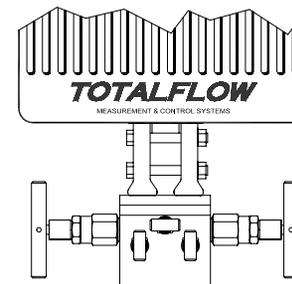

Рис. 3 (Типовая установка коллектора)
5. Прикрепите коллектор с нижней стороны устройства  $\mu$ FLO. Поскольку можно заказать устройство  $\mu$ FLO, поток газа в котором будет протекать слева направо или справа налево, сверьте направление потока, указанное на бирке датчика, где направление обозначено знаками (+) и (-). Знак (+) обозначает сторону высокого давления (сторона всасывания), т.е. поток направлен от (+) к (-). Для коллекторов с непосредственной установкой направление потока чрезвычайно важно. (Типовую конфигурацию коллектора см. на рис. 3).